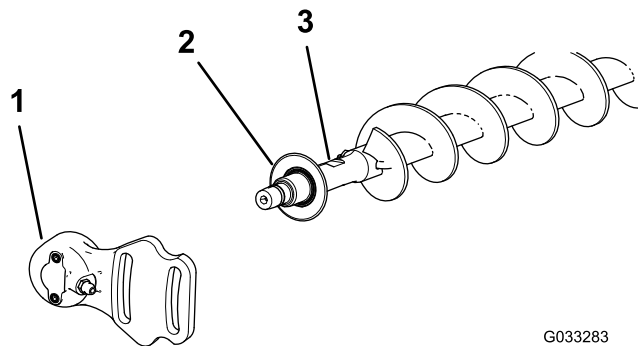
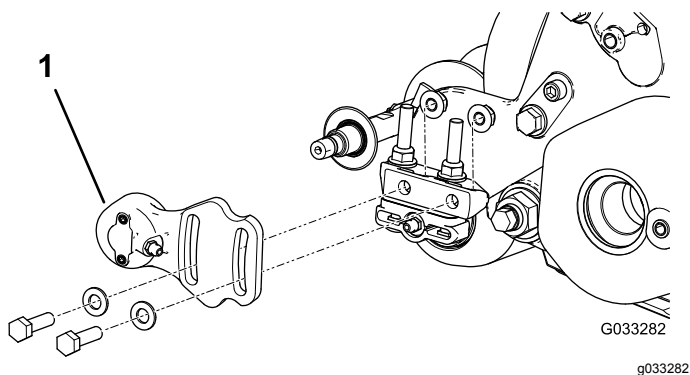

Figura 18
Figura 17
1. Se estiver instalada uma escova do rolo na unidade de corte, remova os dois parafusos, anilhas e porcas que prendem a caixa de rolamentos do lado oposto à transmissão ao suporte de montagem da caixa de rolamentos (Figura 17 e Figura 18).
2. Deslize a caixa de rolamentos do lado oposto à transmissão e o vedante de eliminação de sedimentos do eixo da escova (Figura 18).